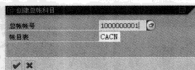

图 5-10 创建总账科目
STEP 2 单击“”按钮,屏幕显示如图 5-10 所示。在“总账账号”栏中输入需建立的账号编码,例如科目编码 1000000001,然后选择所属“账目表”,单击“”按钮即可完成创建。